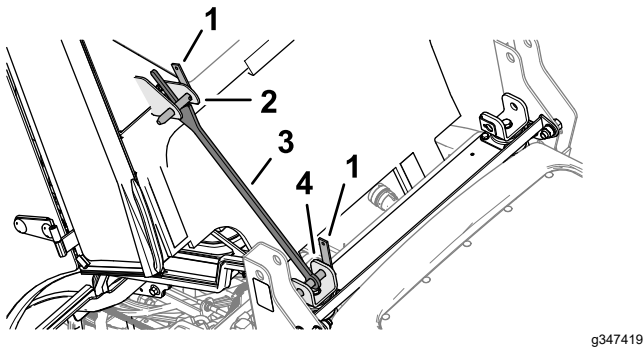

Figura 23
y fije el pasador de cierre a las bridas con la chaveta (Figura 23).
8. Gire el soporte de la cabina hacia la cabina, de modo que quede alineado entre las bridas del bastidor de la cabina y se apoye contra la parte trasera del bastidor de la cabina (Figura 23).